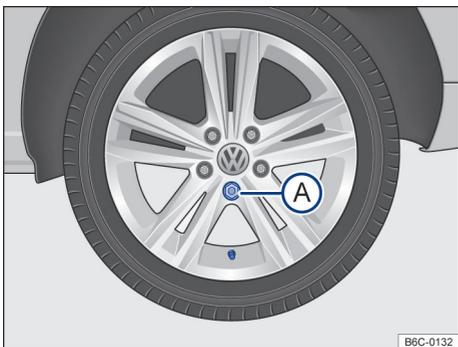

Fig. 196 Retirar a calota integral.
- Remover os parafusos da roda. O parafuso de frente válvula do lado direito → Fig. 196 (A) serve como guia na sequência de montagem. Por isso, remover o parafuso (A) por último e tenha cuidado para não deixar a calota cair ao remover os outros parafusos.